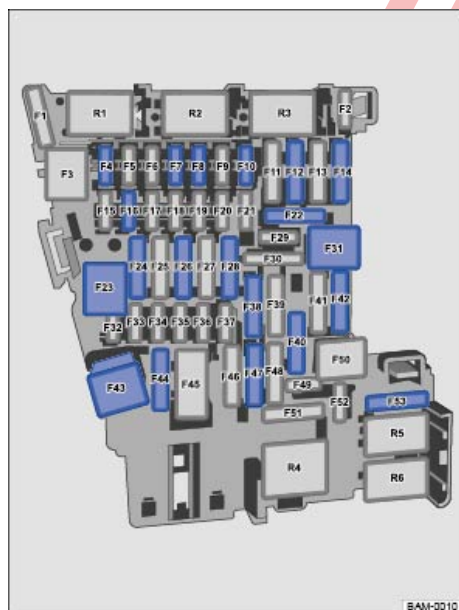

Fig. 281 En el tablero de instrumentos: asignación de fusibles.
a) Tenga en cuenta la posición de montaje. Posición de fábrica del fusible tal y como se muestra en la figura ⇒ fig. 281.